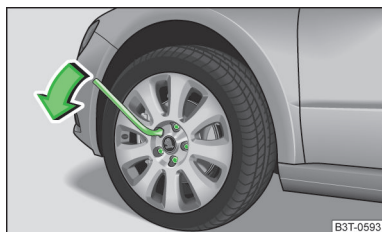

Fig. 179
- Agarrar la llave por el extremo y girar el tornillo aproximadamente **una** vuelta en el sentido de la flecha » fig. 179.
- Agarrar la llave por el extremo y girar el tornillo en el sentido contrario al de la flecha » fig. 179 hasta que quede fijo.